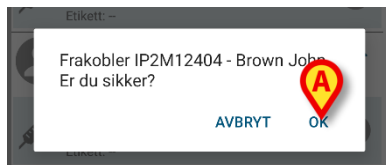

Fig. 169
Følgende skjermbilde vises, og ber om brukerbekreftelse (Fig. 169).
- Trykk på **OK** for å bekrefte (Fig. 169 **A**).